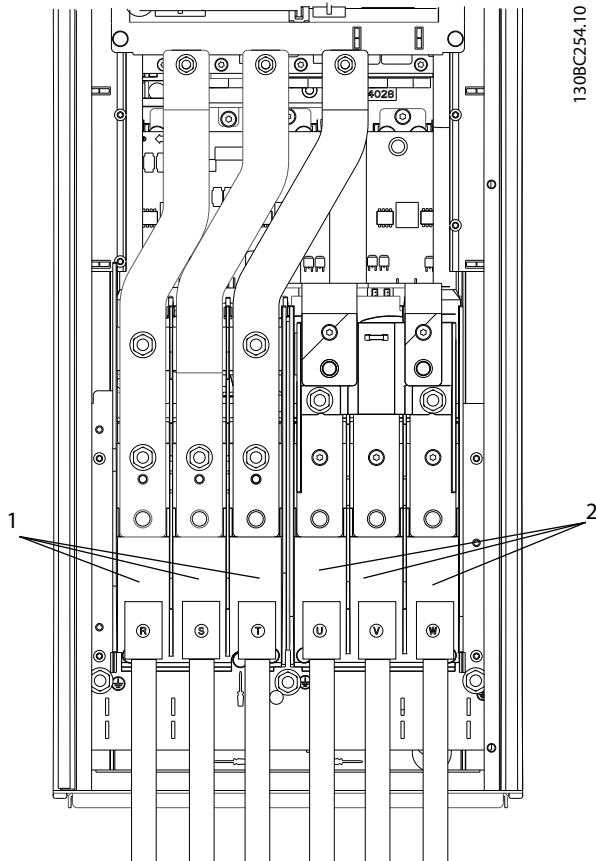

図 2.13 交流主電源への接続
- 3 相交流入力電力のワイヤを端子 L1、L2、L3 に接続します (図 2.13 を参照)。